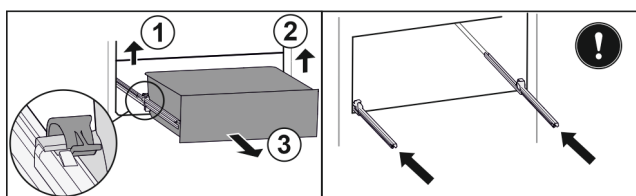

Fig. 131
- ▶ Soulever la bride gauche et tirer dans le même temps la partie gauche du tiroir vers l'avant. Fig. 131 (1)
- ▶ Soulever la bride droite et tirer dans le même temps la partie droite du tiroir vers l'avant. Fig. 131 (2)
- ▶ Retirer le tiroir par l'avant. Fig. 131 (3)